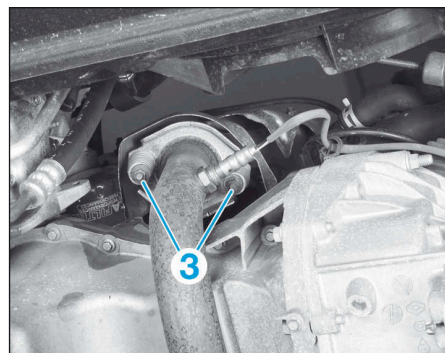

FIG.11
- les vis de fixation (3) du catalyseur sur le collecteur d'échappement (Fig.11),